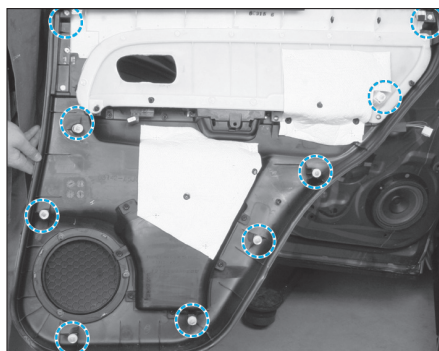

FIG. 53
- Dégrafer la garniture aux endroits indiqués (Fig.53).